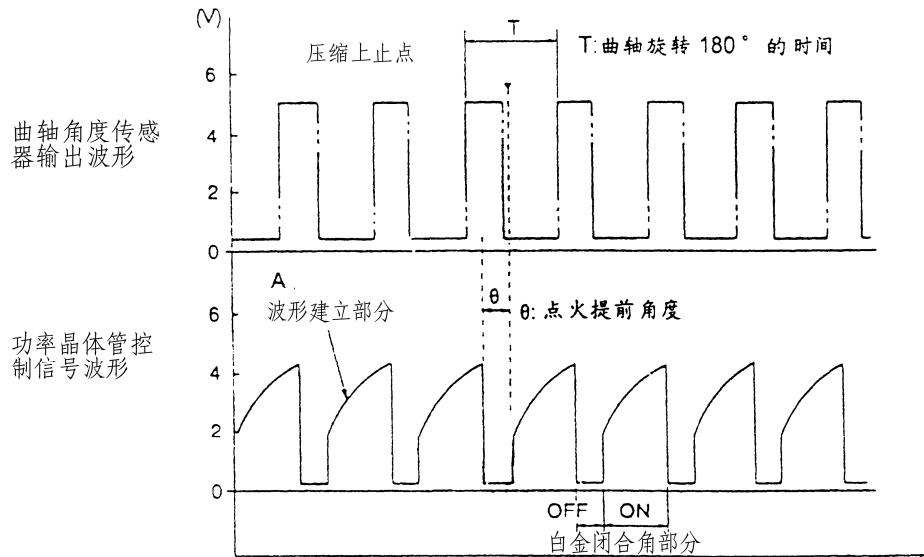

图 3-24 点火线圈与功率晶体管的标准波形
(3) 不使用测试线时，将示波器的探针接到发动机 ECU 的 10 号端子。
(4) 点火线圈与功率晶体管标准波形的观察条件见表 3-15 所示。在示波器中，点火线圈与功率晶体管的标准波形见图 3-24 所示。其中 A 点表示波形建立部份和最大电压的情形（参考不正常波形例 1 与例 2），波形从约 2V 上升至右上方约 4.5V 属于正常波形；2V 矩形波属于点火初级回路断路；电源电压矩形波形属于功率晶体管故障。